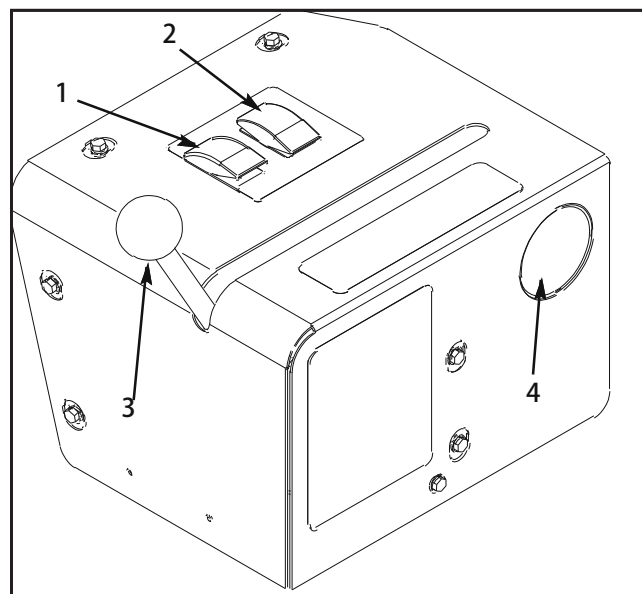

図31
5. スプレー選択スイッチをハンド・スプレー位置にする（図 31）。
- バルブ制御レバーを前に動かしてハンド・スプレー位置にする (図31)。
- 水圧計が希望値を示すようにレート制御スイッチで調整する (図31)。